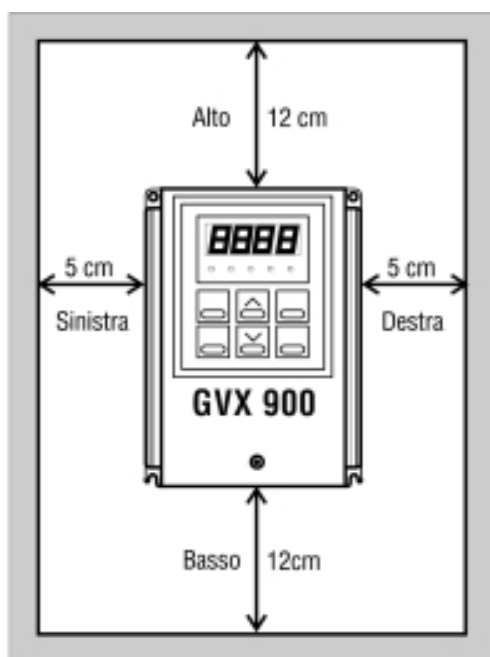

Fig. 8.2.1
- ① Posizionare l'inverter verticalmente affinché le lettere "GVX 900" siano visibili nella parte anteriore, quindi applicare i bulloni ad una struttura fissa.
- ② Durante il funzionamento l'inverter produce calore. Lasciare spazio sufficiente attorno all'apparecchiatura come mostrato nella fig. 8.2.1 per assicurare un'adeguata ventilazione. Poiché l'aria riscaldata viene fatta uscire verso l'alto, non posizionare materiali sensibili al calore nelle parti soggette al flusso di aria calda.